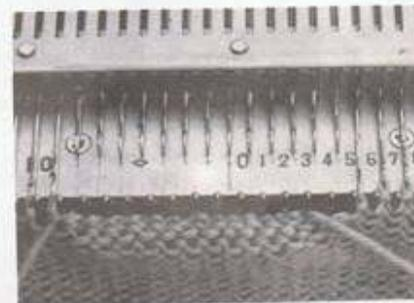

Fig. 65
- Mettre ces 10 aiguilles vides en position A (fig. 65).